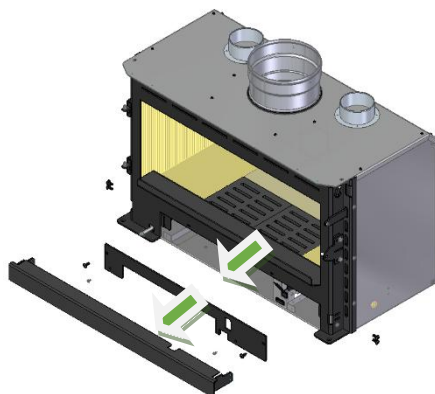

Figure 42 - Retrait du rabat inférieur et du couvercle inférieur
a. Retirez le rabat inférieur en défaisant les vis latérales, puis retirez le couvercle inférieur avant en défaisant également les vis, voir Figure 42.